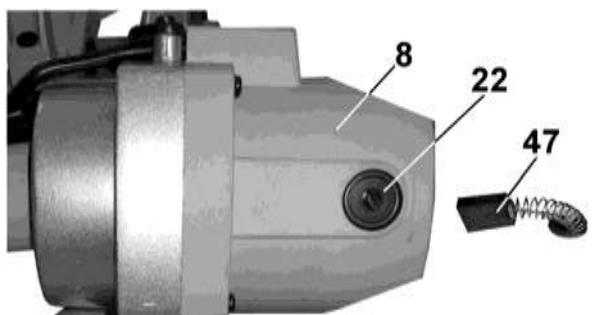

Рис. 16
**13.2. Осмотр и замена щеток (Рис. 16)**